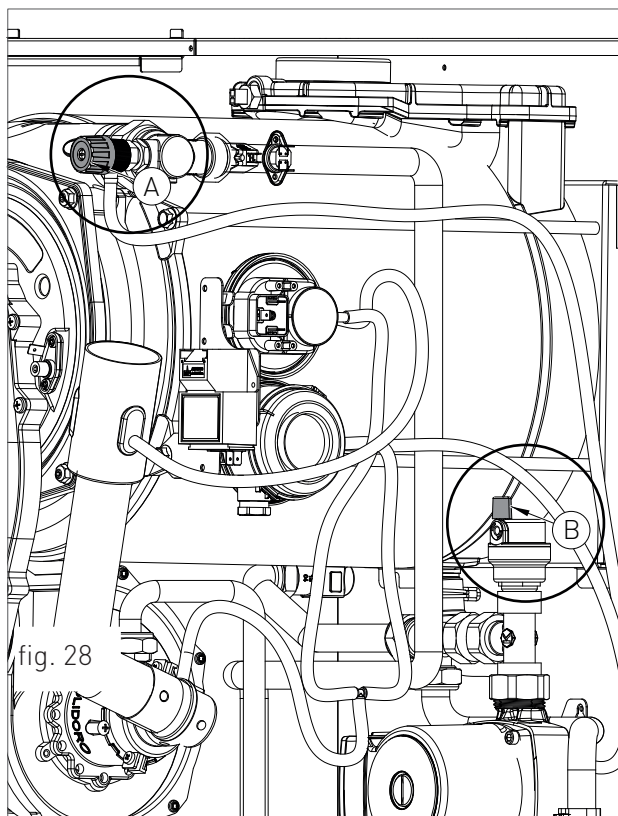

fig. 28
- › Assurez-vous que la valeur 'd1' est de 5.5 gal (20 l), sinon la régler à travers le régulateur de débit (C-Figure 28).